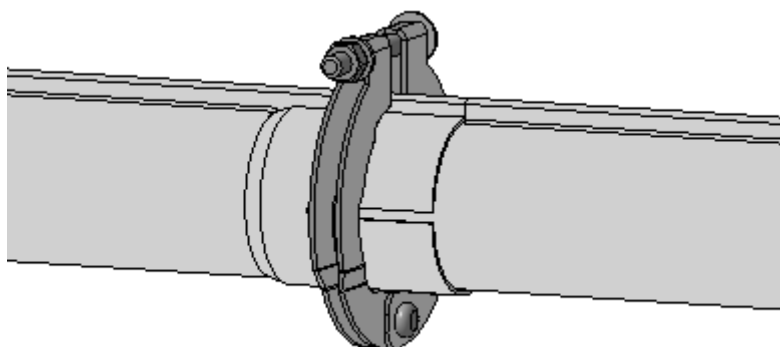

Рисунок 3.11
**Шнек** состоит из комплекта металлических труб (труба раздачи), спирали и кормушек. С одного конца труба раздачи имеет раструб, в который вставляется предыдущая труба (первая труба одевается раструбом на поддон). Для обеспечения надежности, соединения труб зажимаются хомутами (рис. 3.11).